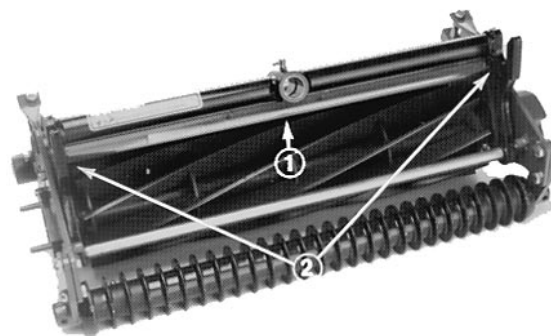

Fig. 3
1. Indstil klippeenheden i normal klippestilling (Fig. 3).
2. Løsn skruerne og møtrikkerne, der fastholder skærmen på hver sideplade. Juster skærmen til den ønskede højde og stram monteringsdelene (Fig. 3).